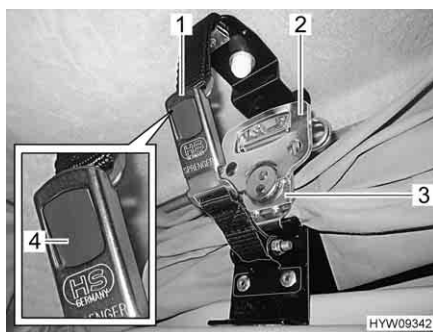

Fig. 47 Bloccaggio (tetto a soffietto)
- Aprire la serratura a scatto (Fig. 47,1) sui due lati. A tale scopo, premere il bottone a pressione grigio (Fig. 47,4).
- Aprire la maniglia (Fig. 47,2) della serratura rapida (Fig. 47,3) e ruotarla per metà giro in senso antiorario. In questo modo il bloccaggio viene sbloccato.